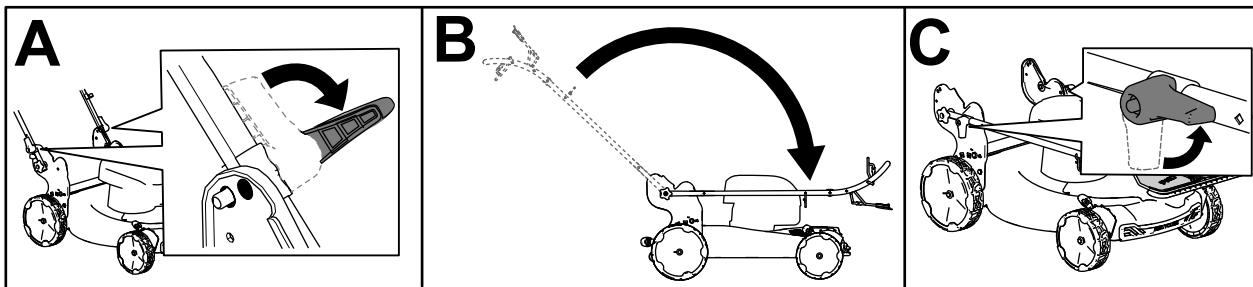

Figura 14
2. Desengate os bloqueios do manípulo até conseguir mover livremente o manípulo superior (A da Figura 14).
3. Dobre a pega para a frente e engate os bloqueios da pega (B e C de Figura 14).